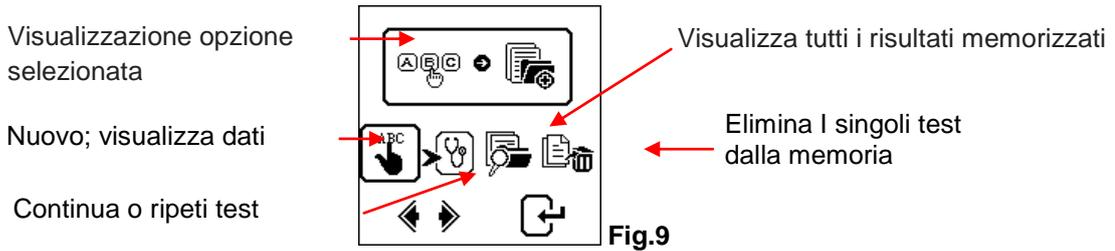

Fig.6
1. Fissare la clip nera Analyser al terminale negativo della batteria (-) e la clip rossa al polo positivo della batteria (+). Il display LCD Analyser si accende (Fig.6).